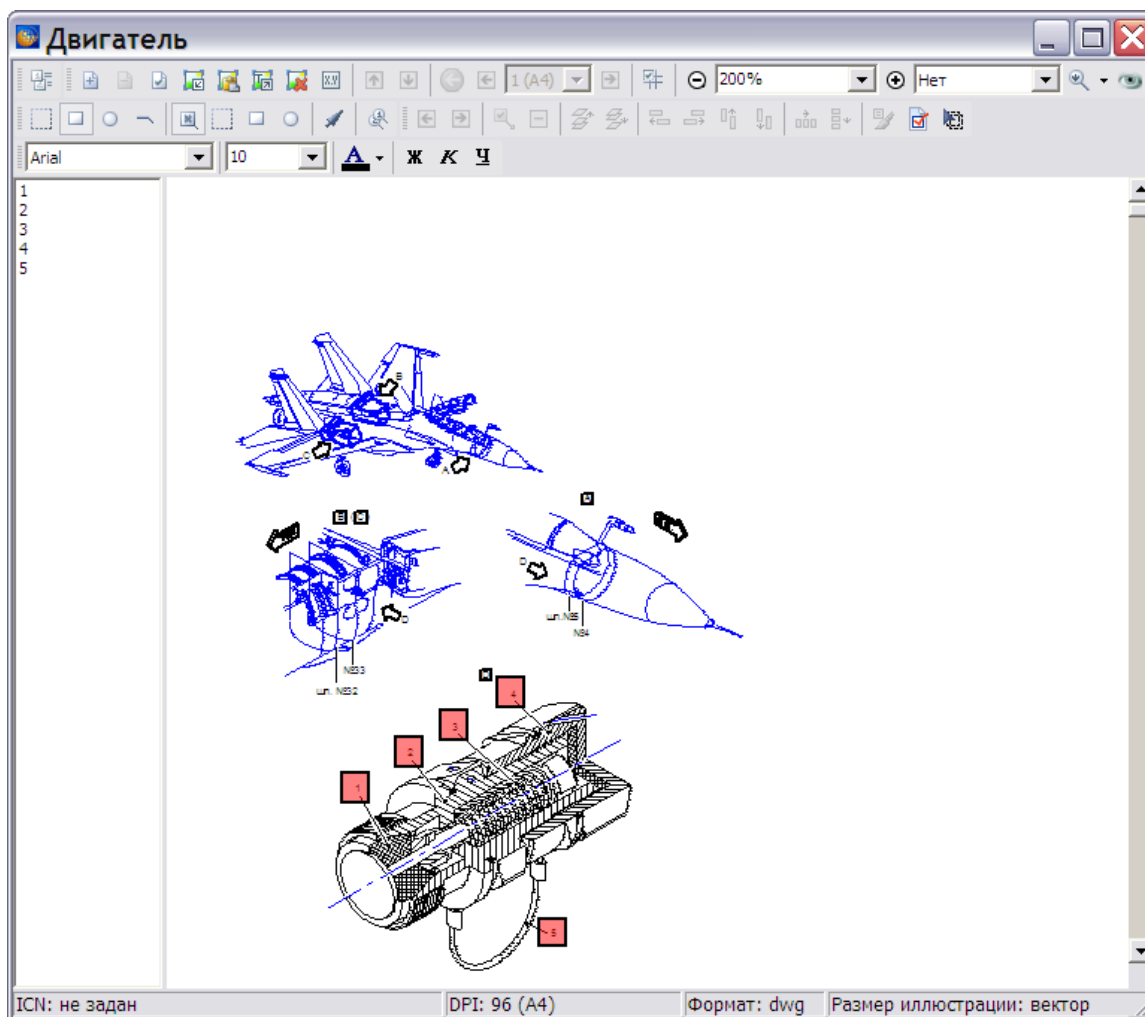

Рис. 5.124
6. Нажмите **ОК**. При этом произойдет автоматическая расстановка выносок на иллюстрации (Рис. 5.124).